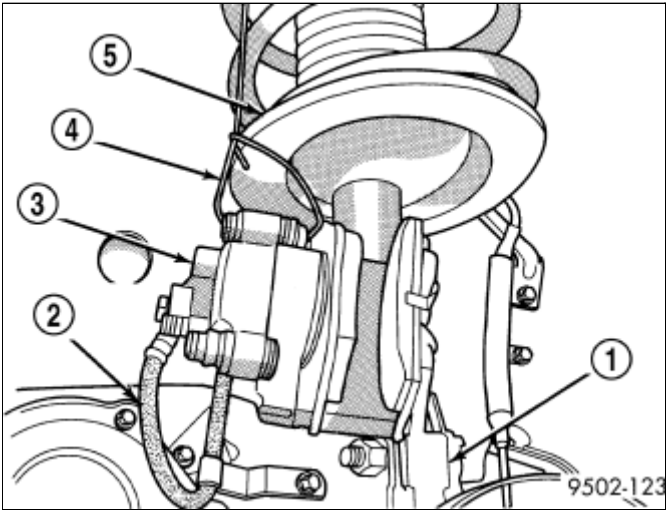

图 4 正确支撑的盘式制动器制动钳
7. 从转向节拆卸盘式制动器制动钳总成。 拆卸制动钳总成时，先将制动钳总成顶部从转向节（1）\(图 4\) 旋转拧下，然后将总成底部从转向节（1）机加工接合点取下。